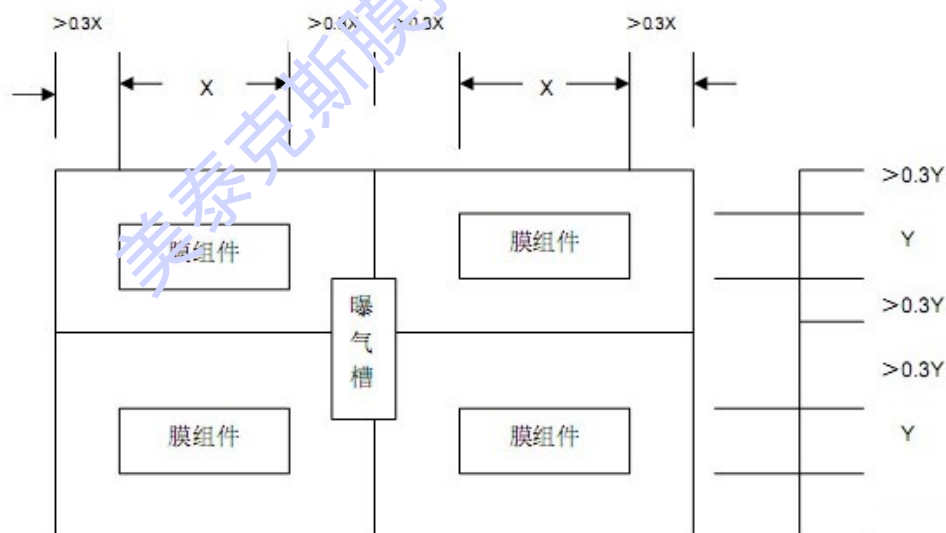

图 4-7 平面布置示意图
- 1) 膜组件单元的平面布局尽可能位于曝气槽内的中央，并确保前后左右有足够的空间。空间为膜组件外形尺寸的 30%以上。在膜生物反应池内设置膜组件时平面布局建议如下图 4-7。